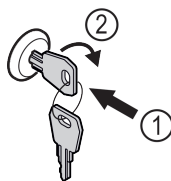

Fig. 123 Näitlik kujutis
- ▶ Vajutage võti sisse Fig. 123 (1).
- ▶ Keerake võtit 90° päripäeva Fig. 123 (2).